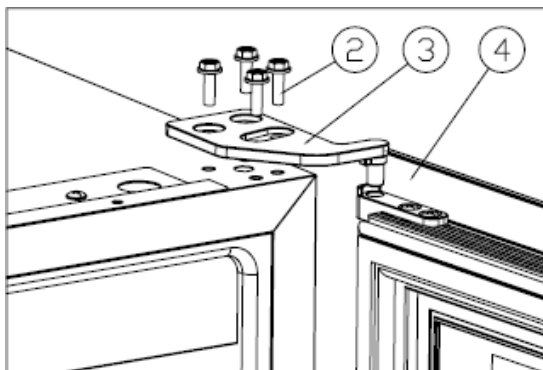

Рис. 1
Открутите винты М5*16 (2), снимите правую верхнюю петлю (3) и снимите дверцу (Рис. 1).